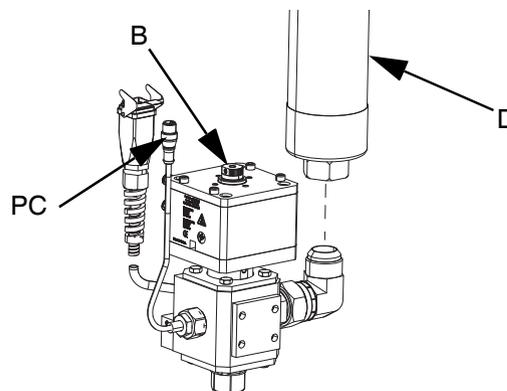

FIG. 21
- 7. Se forem utilizadas duas mangueiras, ligue a mangueira de abastecimento 2 (D) ao encaixe de admissão da válvula de distribuição (B). Se for utilizada apenas uma mangueira, ligue a mangueira de abastecimento 1 (C) ao encaixe de admissão da válvula de distribuição (B). Consulte a FIG. 21.